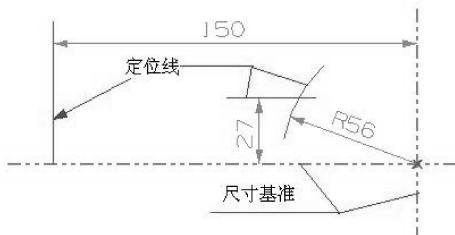

图 2-106 绘制基准线、定位线
- (1) 先绘制出基准线和定位线，如图 2-106 所示。